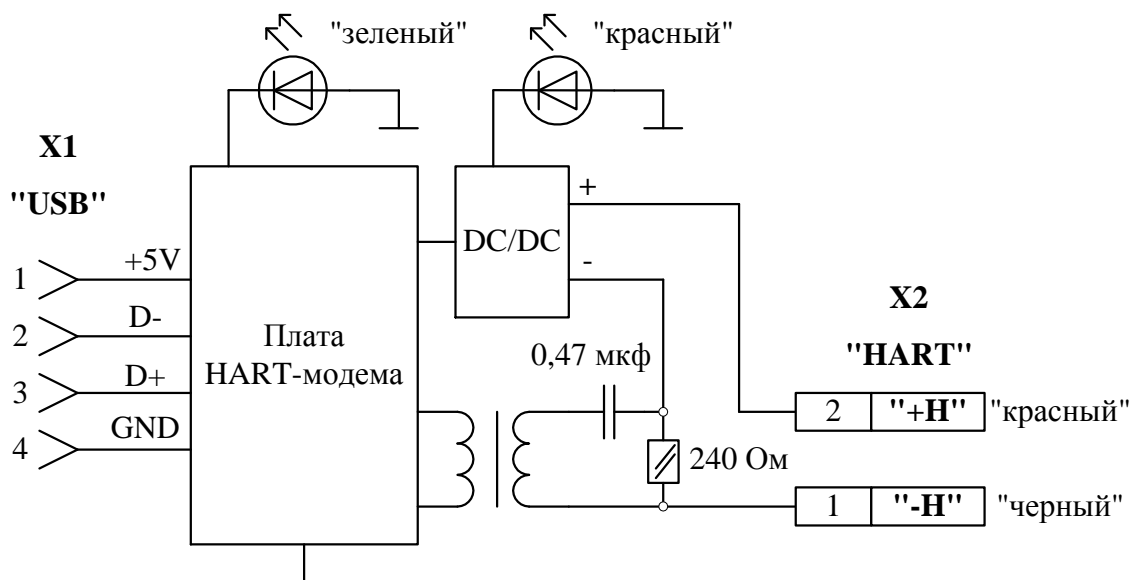

Рисунок 1. Схема электрическая HART-модема.
1.3.1 HART-модем состоит из модемного блока и узла питания от USB-порта компьютера (рисунок 1).